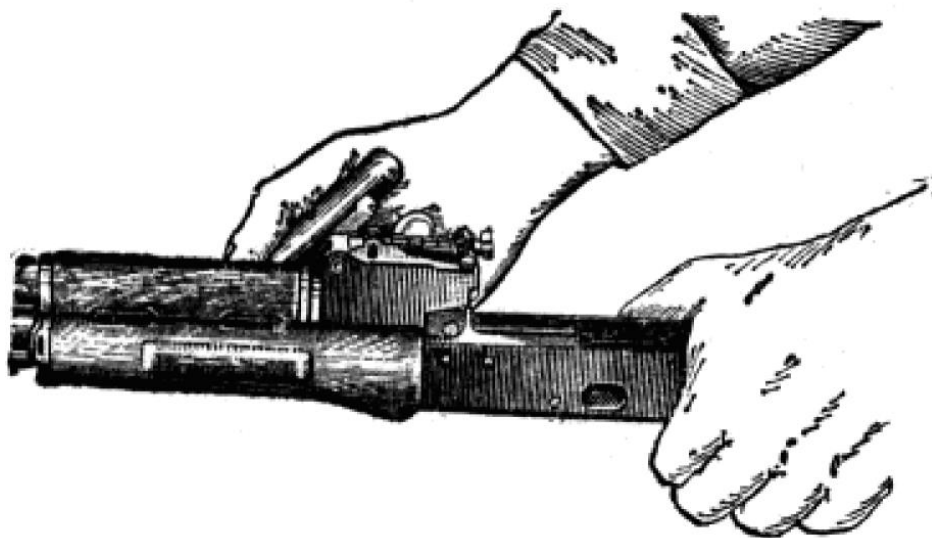

Рис. 29. Поворот замыкателя газовой трубки с помощью пенала с принадлежностью
9) **Отделить газовую трубку со ствольной накладкой.** Удерживая автомат (пулемет) левой рукой, правой надеть пенал принадлежности прямоугольным отверстием на выступ замыкателя газовой трубки, повернуть замыкатель от себя до вертикального положения (рис. 29) и снять газовую